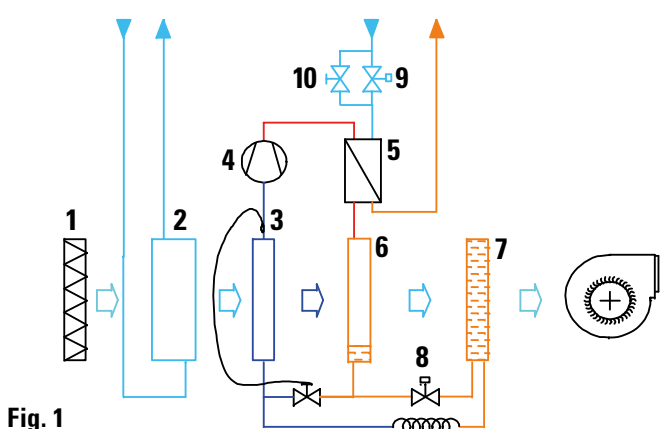

Fig. 1
In fig. 1 - 2 è schematizzato il funzionamento ad aria neutra: l'aria, filtrata attraverso la sezione filtrante (1), subisce un preraffreddamento tramite lo scambiatore ad acqua refrigerata (2). L'aria viene poi raffreddata e deumidificata attraverso la batteria alettata (3) (evaporatore del circuito frigo). Il lavoro del compressore (4) innalza la temperatura del gas refrigerante, che viene smaltita, in parte nello scambiatore a piastre (5) (condensatore ad acqua) ed in parte nella batteria alettata (6) (condensatore ad aria). L'aria raffreddata e deumidificata, passando attraverso la batteria (6) viene riscaldata fino a risultare neutra.
Fig. 1 - 2 shows the layout of operation with neutral air: the air, filtered through a filtering section (1), undergoes pre-cooling via the water-cooled heat exchanger (2). The air is cooled and dehumidified through the finned coil exchanger (3) (refrigerant circuit evaporator). The work of the compressor (4) increases the temperature of the refrigerant gas, which is disposed of, partly in the plate exchanger (5) (water condenser) and partly in the finned coil exchanger (6) (air condenser). The air cooled and dehumidified, passing through the battery (6) is heated until becoming neutral.